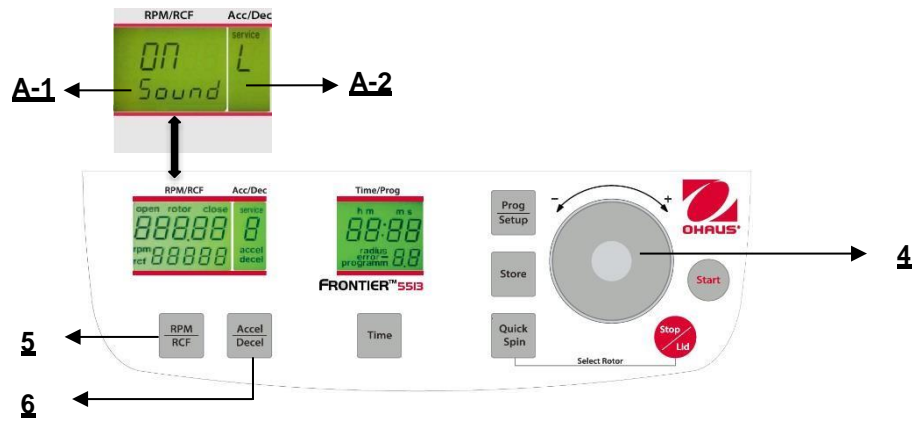

Figura. 30
Proceda como se describe en el punto 4.1.2 para ingresar en este modo de programa y luego presione el botón **"Accel/Decel"**(6). En la pantalla **"Acc/Dec"** (A-2) destella la palabra **"Service"**. Ahora seleccione la letra **"L"** con el dial de ajuste (4). Como resultado, aparecen las palabras **"On Sound"** en la pantalla **"RPM/RCF"** (A-1). Si presiona el botón **"RPM/RCF"** (A-1) ahora, destella la palabra **"On"** y puede apagar el sonido con el dial de ajuste (4) (vea la Figura 30).